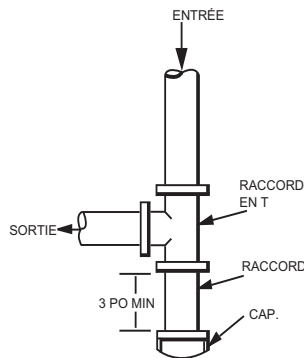

Figure 8 – Piège à sédiments
4. Installez un piège à sédiments sur la colonne montante qui alimente le module de chauffage (consultez la Figure 8). Ce point de purge permet de piéger la saleté et les condensats.